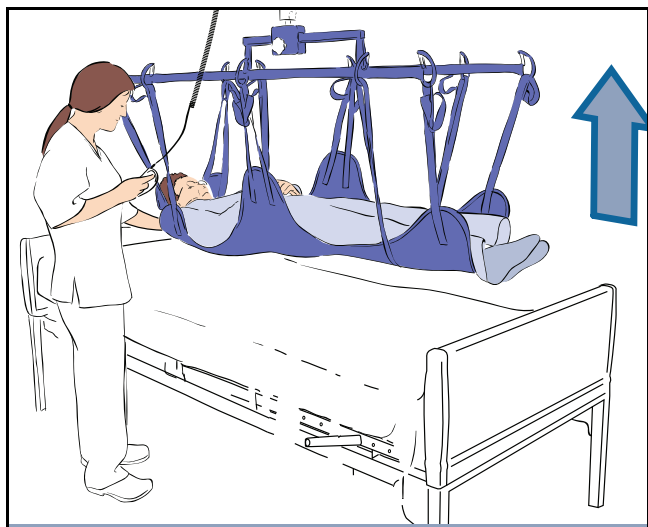

Fig. 14
- 8) Levante y retire al paciente de la cama (consulte la Fig. 14).